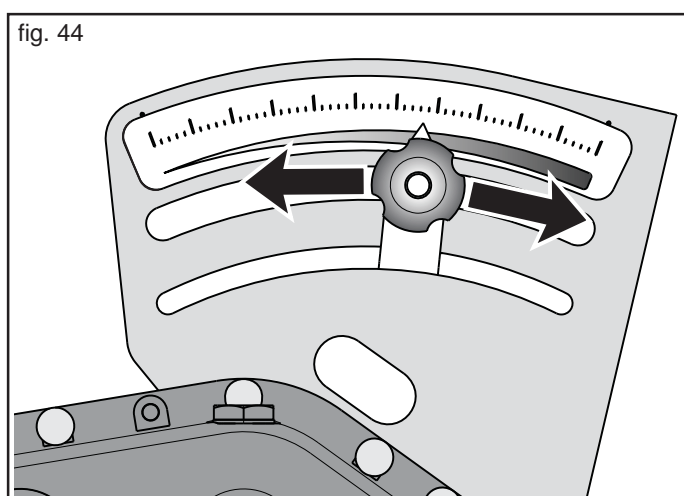

fig. 44
- 7) ... y luego ponga el indicador graduado en la posición deseada (en función de la cantidad de producto a distribuir) utilizando el pomo de regulación (Fig. 44).